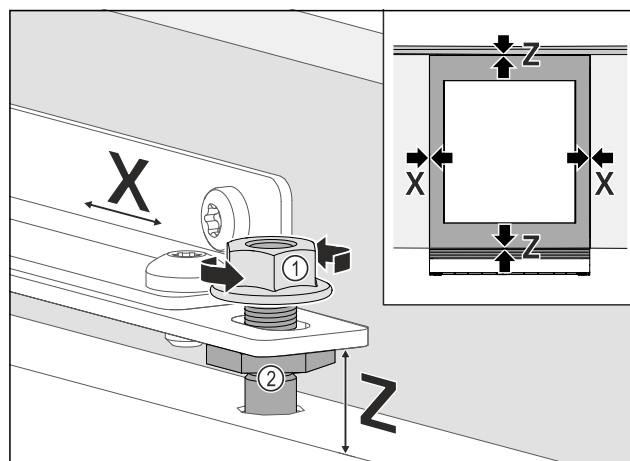

Fig. 77
- ▶ Vrata pohišva stransko poravnajte: Sprostite Fig. 77 (1) protimatico, vrata pohišva potisnite v smer X.
- ▶ Privijte Fig. 77 (1) protimatico.
- ▶ Vrata pohišva naravnajte na višino Z stranske poševnine: Nastavite Fig. 77 (2) nastavitveni zatič.